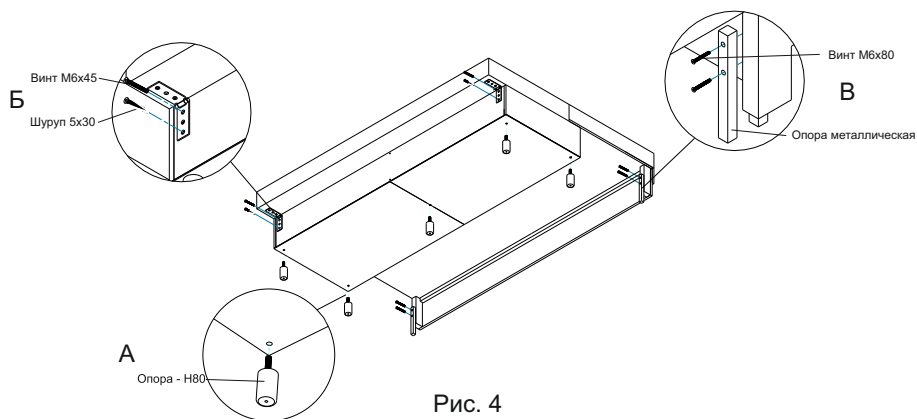

Рис. 4
- ввернуть опору Н80 (Рис. 4А)
- прикрутить опоры металлические при помощи винтов (Рис. 4В)
- присоединить петли спинки к основанию винтами 6x45 и шурупами 5x30 (Рис. 4Б)